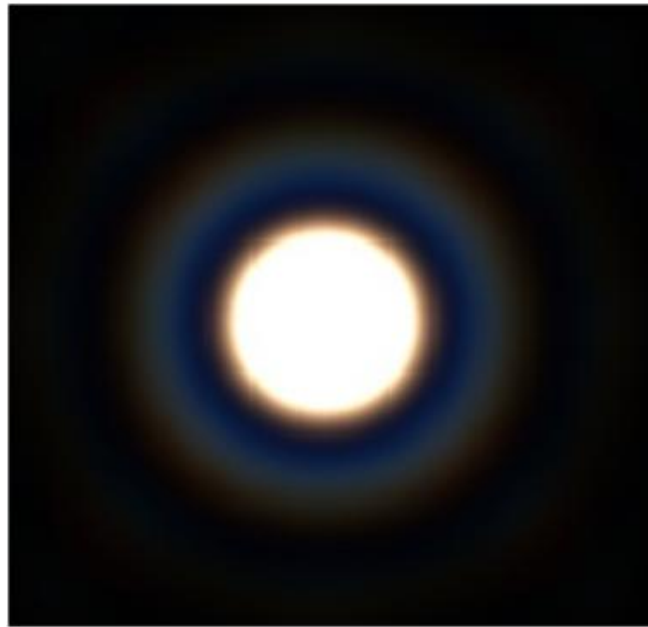

图12.11 由图像工具（MIT）计算的衍射图像
- 该分析显示在设计范围内的离焦约为0.0026英寸，并且是一个完美的艾里斑，如图12.11所示。（后者由图像工具（MIT）计算，其中十个波长分配给镜头，在中心产生良好的白色，并具有相干效果。）离焦不为零，因为程序已经平衡了一个小变化与变化球差随波长变化。两者都很小。我们是如何获得十个波长的？使用Spectrum Wizard（MSW）。